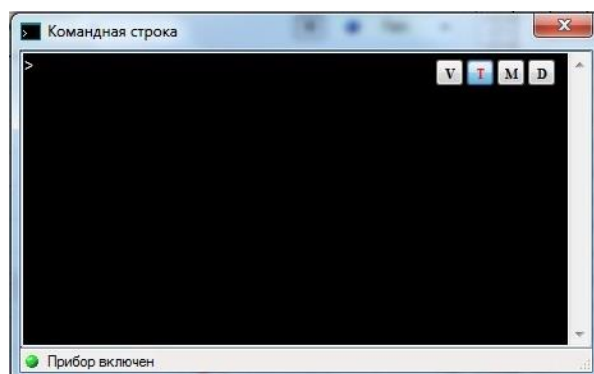

Рис.94 Командная строка
1. Для ввода команд диагностики прибора следует выбрать пункт **Командная строка**. Откроется окно **Командная строка** (Рис.94). Кнопки  предназначены для выбора контроллера, диагностику работы которого необходимо выполнить.